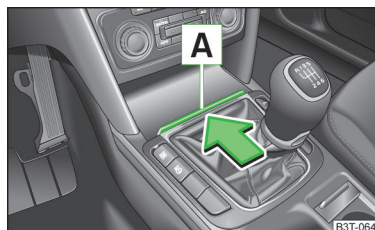

Fig. 67
➤ Appuyer sur le bord du couvercle  » fig. 67 dans le sens de la flèche.
- Ouvrir le cendrier » fig. 67 à la page 76.